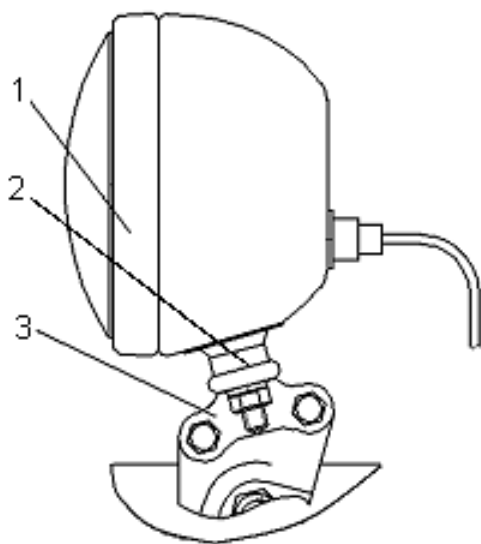

Рисунок 15 – Установка транспортной фары
- Транспортные фары (рисунок 15) на бампере и подсоединить провода.